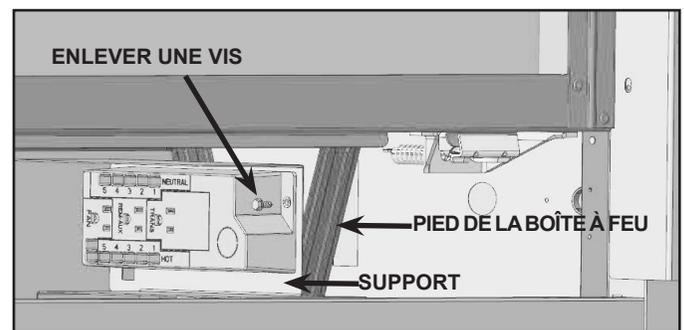

Figure 8.2 Détails de la boîte de jonction - COSMO42-IFT
**COSMO42-IFT :** La boîte de jonction est fixée à un support. Enlevez une vis Voir la figure 8.2.